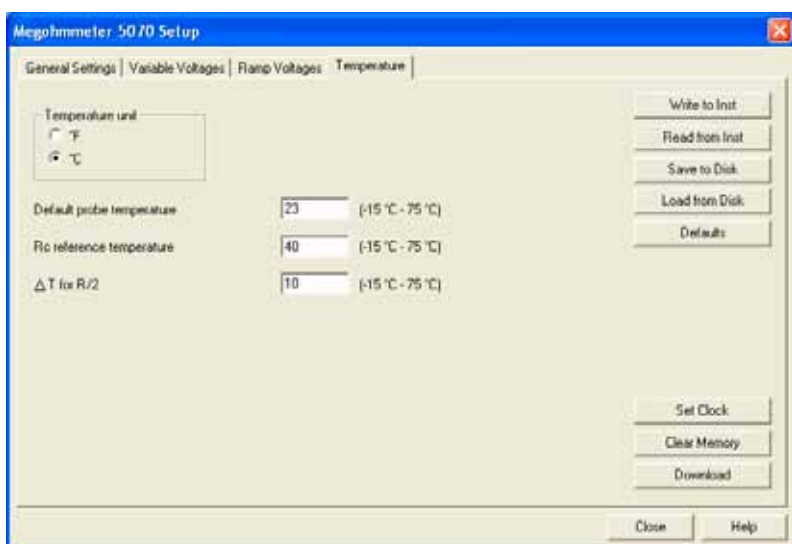

Figura 7
**Temperatura (Temperature)** (Figura 7) – para programar la variable de corrección de temperatura.